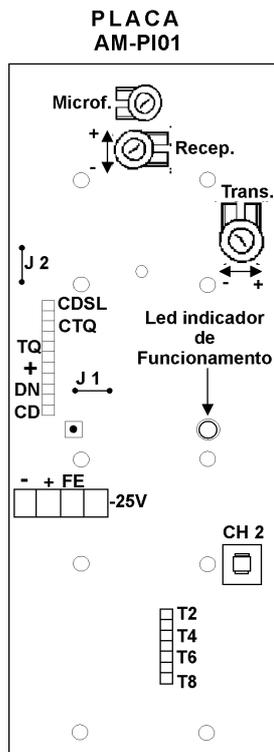

Figura 4
Para instalar o painel AM-PI01 com central AM-C100 é necessário cortar o "JUMPER" J2 existente na placa do painel (vide figura 4). Utilize fios de bitola 22AWG para interligar os pontos até uma distância de 10 metros acima de esta distância utilizar fios com bitolas de 20AWG.
**Terminal 2:** O conector 2 do painel (vide figura 4) deve ser ligado ao terminal TQ da central (vide figura 3). O uso de conectores e barras de pinos simplifica sobremaneira a troca da placa. A ligação no conector 2 deve ser feita de preferência pelo sistema "wire-wrap" com a chave para instalação telefônica em bloco BLI, comum de mercado. Pode-se também soldar os fios aos terminais da barra de pinos. **Atenção:** Para não danificar o conector, não faça a soldagem com a barra de pinos encaixada! Nem utilize ferro de solda com potencia superior a 30W. Não deixe o ferro de solda por período prolongado sobre o conector.